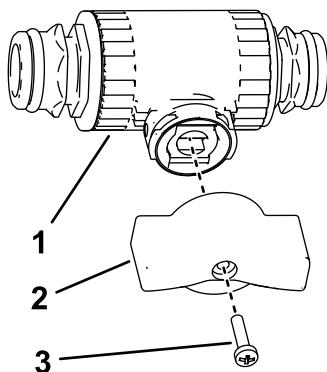

Bild 18
2. Befestigen Sie den roten Flügelgriff am Regelventil, wie in Bild 18 dargestellt.